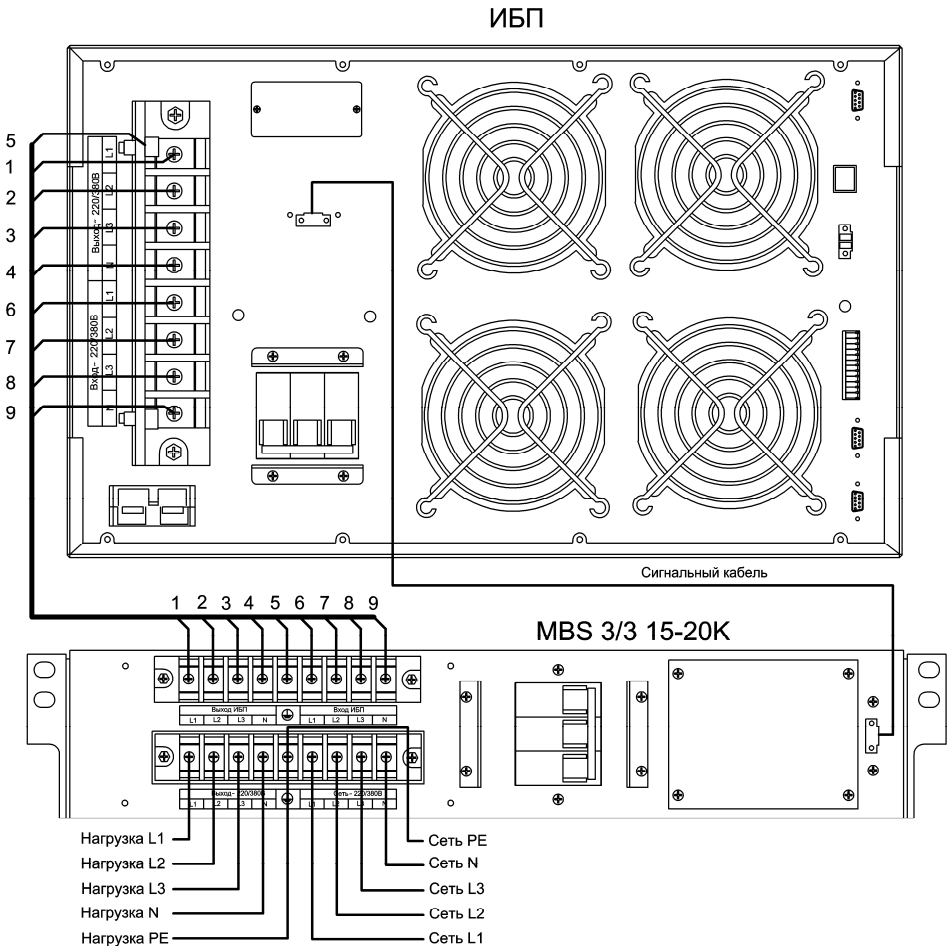

Рисунок 4 – Подключение модуля MBS 3/3 15-20К
7.1.5 Подключение сети переменного тока, ИБП и нагрузки к модулю следует производить в следующей последовательности (рисунок 4):